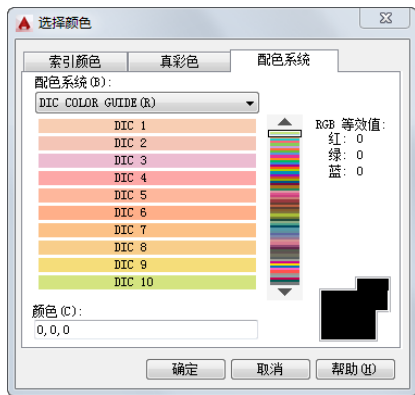

图 4-12 “配色系统”标签
在此标签的右边，有一个“颜色模式”下拉列表框，默认的颜色模式为HSL模式，即如图4-11所示的模式。如果选择RGB模式，则如图4-12所示。在该模式下选择颜色方式与HSL模式下类似。
(3) “配色系统”标签：打开此标签，可以从标准配色系统（比如，Pantone）中选择预定义的颜色。如图4-12所示。可以在“配色系统”下拉列表框中选择需要的系统，然后拖动右边的滑块来选择具体的颜色，所选择的颜色编号显示在下面的“颜色”文本框中，也可以直接在该文本框中输入编号值来选择颜色。